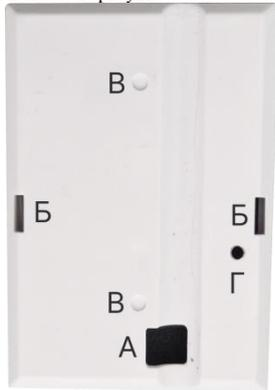

Рис. 3. Внешний вид основания корпуса
- вскрыть отверстия для монтажа (см. рисунок 3);